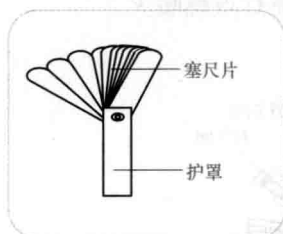

图 1-13 塞尺的结构
(2) 构造。塞尺的结构如图 1-13 所示，塞尺由塞尺片和护罩构成。
(3) 使用方法。使用塞尺可以使测量快捷而准确。以间隙调整为例，塞尺的使用操作方法为：